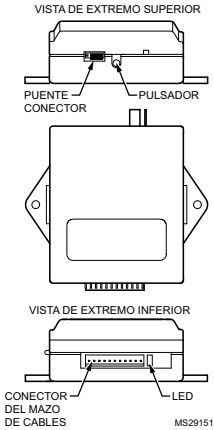

Fig. 5. Componentes del receptor.
Consulte la Fig. 5 y seleccione la opción de retraso deseada para el puente conector:
3. En el receptor oprima el pulsador negro tres veces para la zona 3 (consulte la Fig. 5 en la página 5). El LED rojo en el lado opuesto del receptor parpadeará tres veces. Consulte la Fig. 5 en la página 5 para conocer la ubicación del pulsador y del LED.
1. Mantenga oprimido el pulsador negro (consulte la Fig. 5 en la página 5) del receptor durante seis (6) segundos.